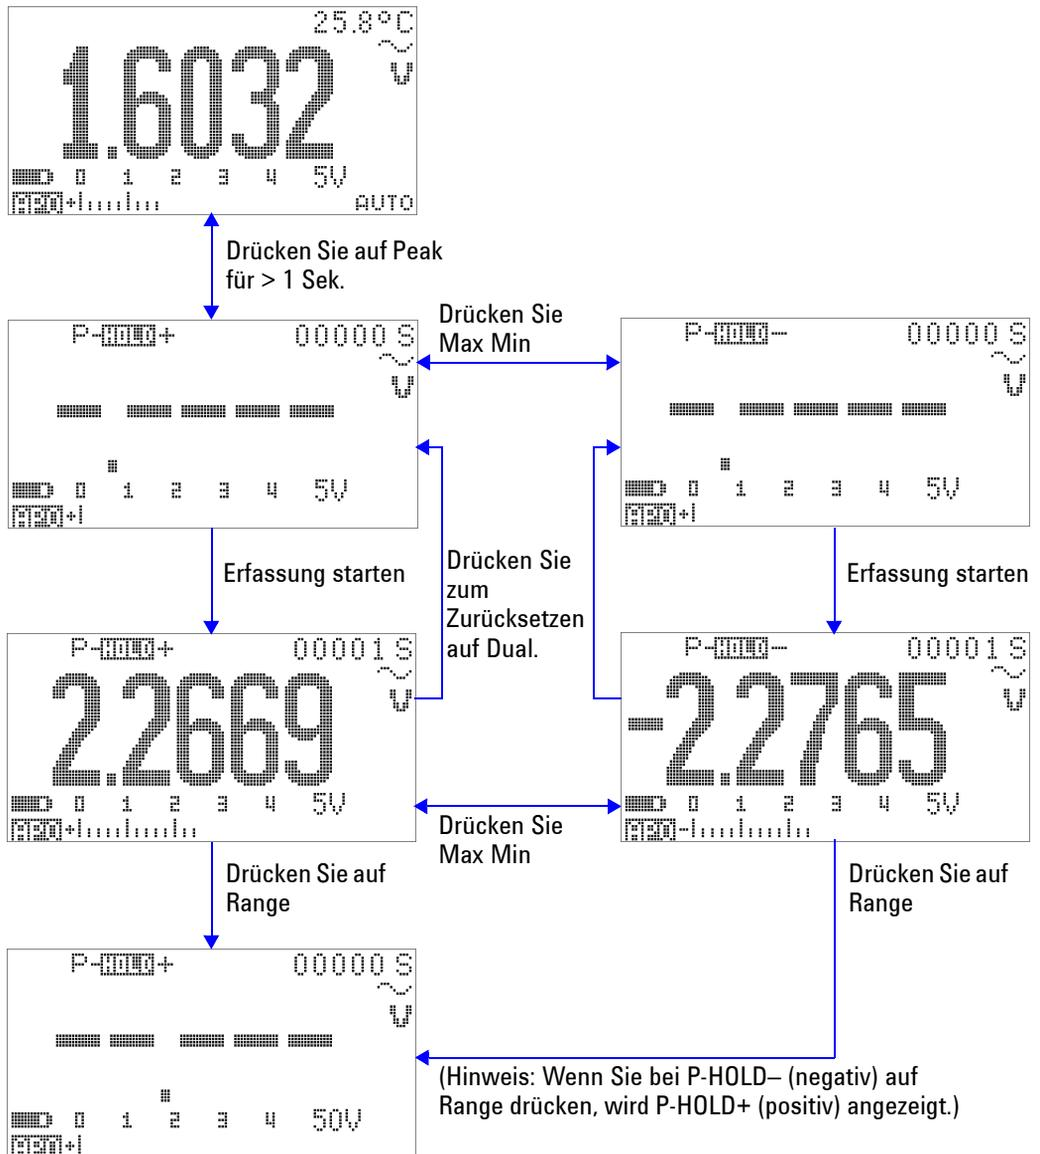

Abbildung 3-7 1-ms-Spitzenwert-Haltemodus
- 4 In dem in Abbildung 3-7 auf Seite 70 aufgeführten Messbeispiel ist der Scheitelfaktor $2,2669/1,6032 = 1,414$.